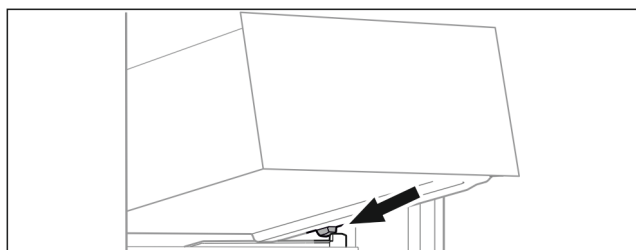

Fig. 97
- Nasad'te zásuvku šikmo za zarážky na žebrování na nádoby. (viz Fig. 97)